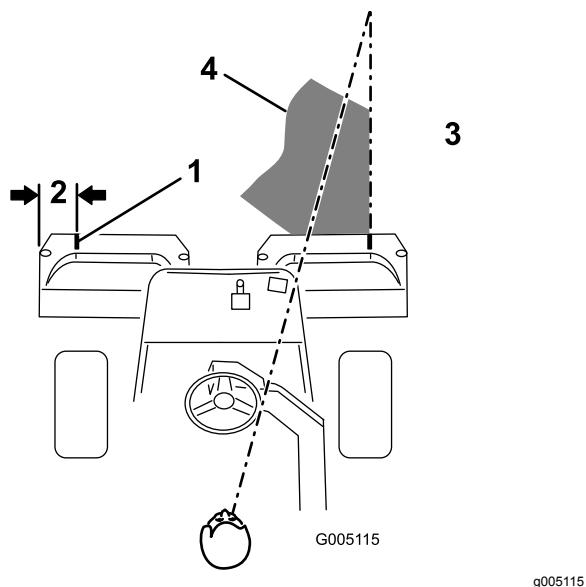

Figura 29
2. Coloque uma fita branca ou pinte um tira em cada um dos cestos, paralelamente à extremidade exterior de cada cesto (Figura 29).
**Nota:** Para cortar em linha reta ao longo do relvado e de modo a conseguir manter uma distância equitativa entre a extremidade da zona de corte anterior, estabeleça uma linha imaginária de aproximadamente 1,8 a 3 m à frente da máquina até a extremidade da zona por cortar (Figura 29 e Figura 30). Alguns utilizadores acham útil incluir a borda exterior da roda motriz na linha imaginária; por exemplo, mantenha a extremidade da roda motriz alinhada com um ponto que se mantém sempre à mesma distância da dianteira da máquina.